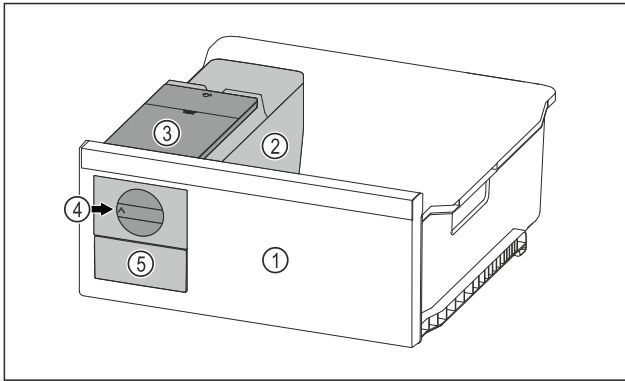

Fig. 127 Représentation à titre d'exemple
- Tourner le bouton rotatif Fig. 127 (4) dans le sens horaire jusqu'à la butée.
- Les glaçons tombent du bac à glaçons dans le tiroir à glaçons Fig. 127 (5).